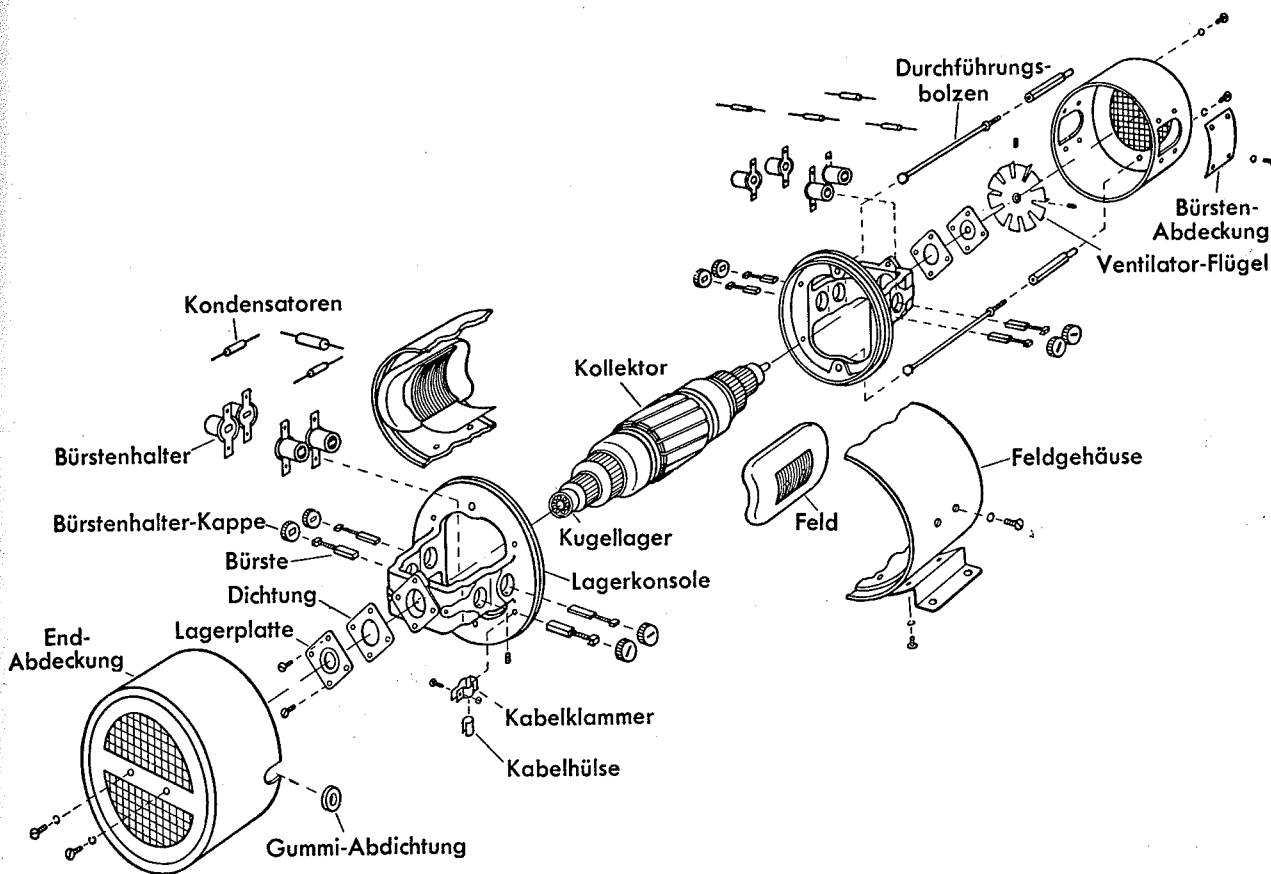

Bild 114.1 Umformer D 201, demontiert
- c) Schrauben, die die Abdeckhauben an der Vorder- und Rückseite des Umformers halten, lösen (Bild 114.1).